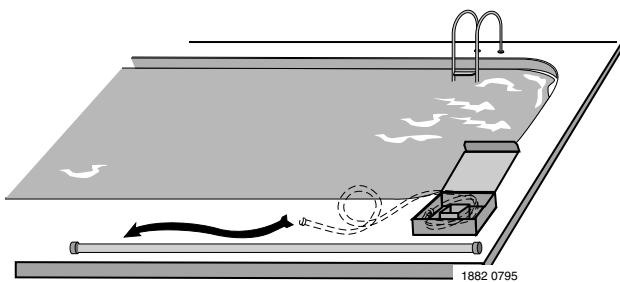

Figura 2
Paso 2: Enderece la manguera (Figura 2)